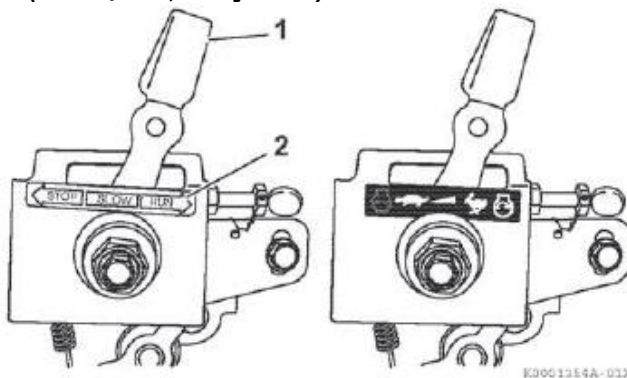

Рисунок 3
1. Если используемый регулятор оборотов двигателя аналогичен регулятору, изображенному на **Рисунке 3**, следует перевести рычаг регулятора оборотов двигателя (позиция 1, Рисунок 3) в положение RUN (РАБОТА) (позиция 2, Рисунок 3).